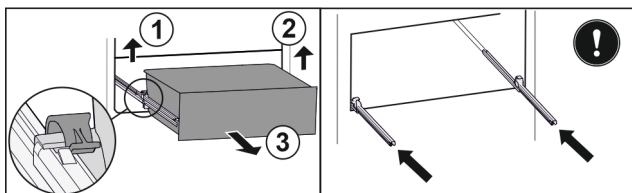

Fig. 103
- Zvedněte levou svorku a současně vytáhněte zásuvku vlevo dopředu. Fig. 103 (1)
- Zvedněte pravou svorku a současně vytáhněte zásuvku vpravo dopředu. Fig. 103 (2)
- Vyjměte zásuvku dopředu. Fig. 103 (3)